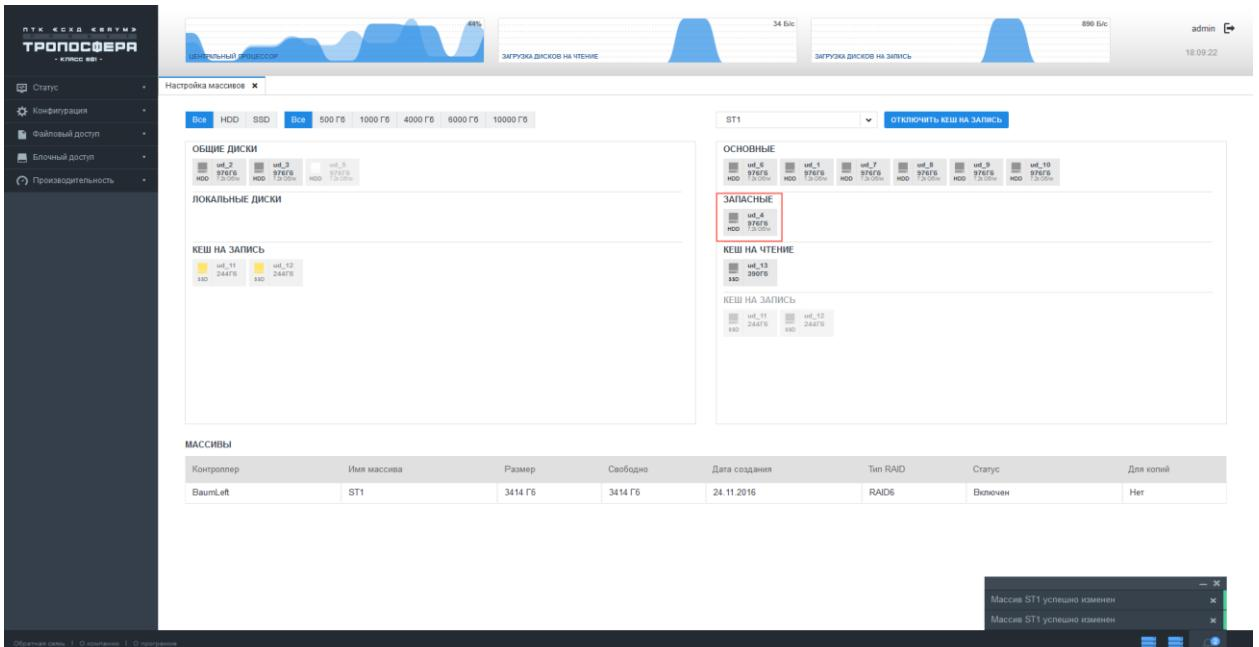

Рисунок 30 – Добавление в массив запасного диска
3) Из области «Общие диски» выбрать диск, который будет являться запасным и перетащить его в область «Запасные». Также можно во всплывающем, по щелчку правой кнопкой мыши, меню выбрать пункт «Добавить в запасные» (см. Рисунок 30).